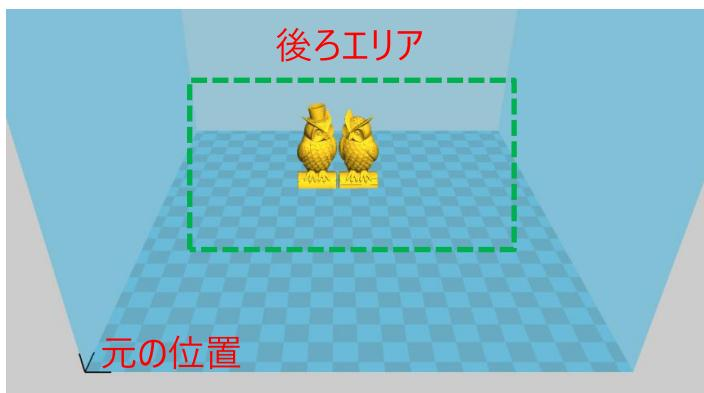

図 32
1.図32のように、Curaのソフト上でモデルを並べるときに、モデルをプラットフォームの後ろ寄りに配置してください。プリントを再開するときプリンタはまず全ての軸がゼロに戻りますのでプリントヘッドが造形物にぶつかる可能性があるからです。